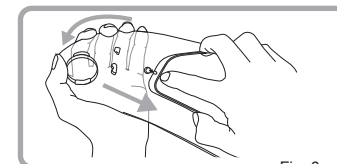

Fig. 6
2. Retire la lente de inserción original Pinlock® de los pasadores excéntricos flexionando la visera (Fig. 6).